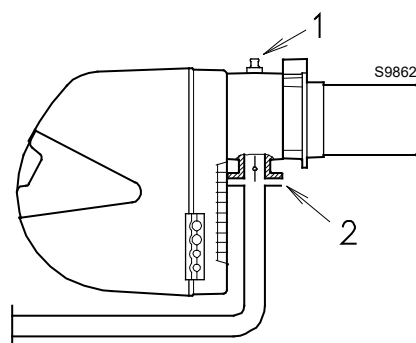

图 39
在测试点 1) (图 39) 处测得的燃气压力，其中：
燃气蝶阀 2) (图 39) 处压力损失，此时燃气蝶阀开启至最大：90°。
- 用在测试点 1) (图 39) 处测量的燃气压力减去炉膛压力。
测试点 1) (图 39) 所需的压力。